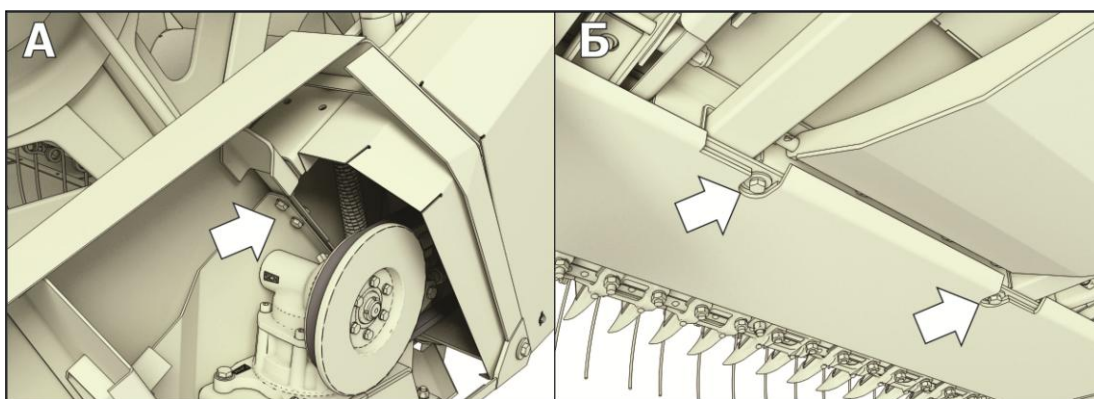

Рисунок 5.35 – Крепление режущего аппарата и подвижных боковин к каркасу жатки
- зафиксировать режущий аппарат и подвижные боковины на каркасе жатки болтокрепежом (рисунок 5.35), при этом режущий аппарат примет положение, показанное на рисунке 5.36;